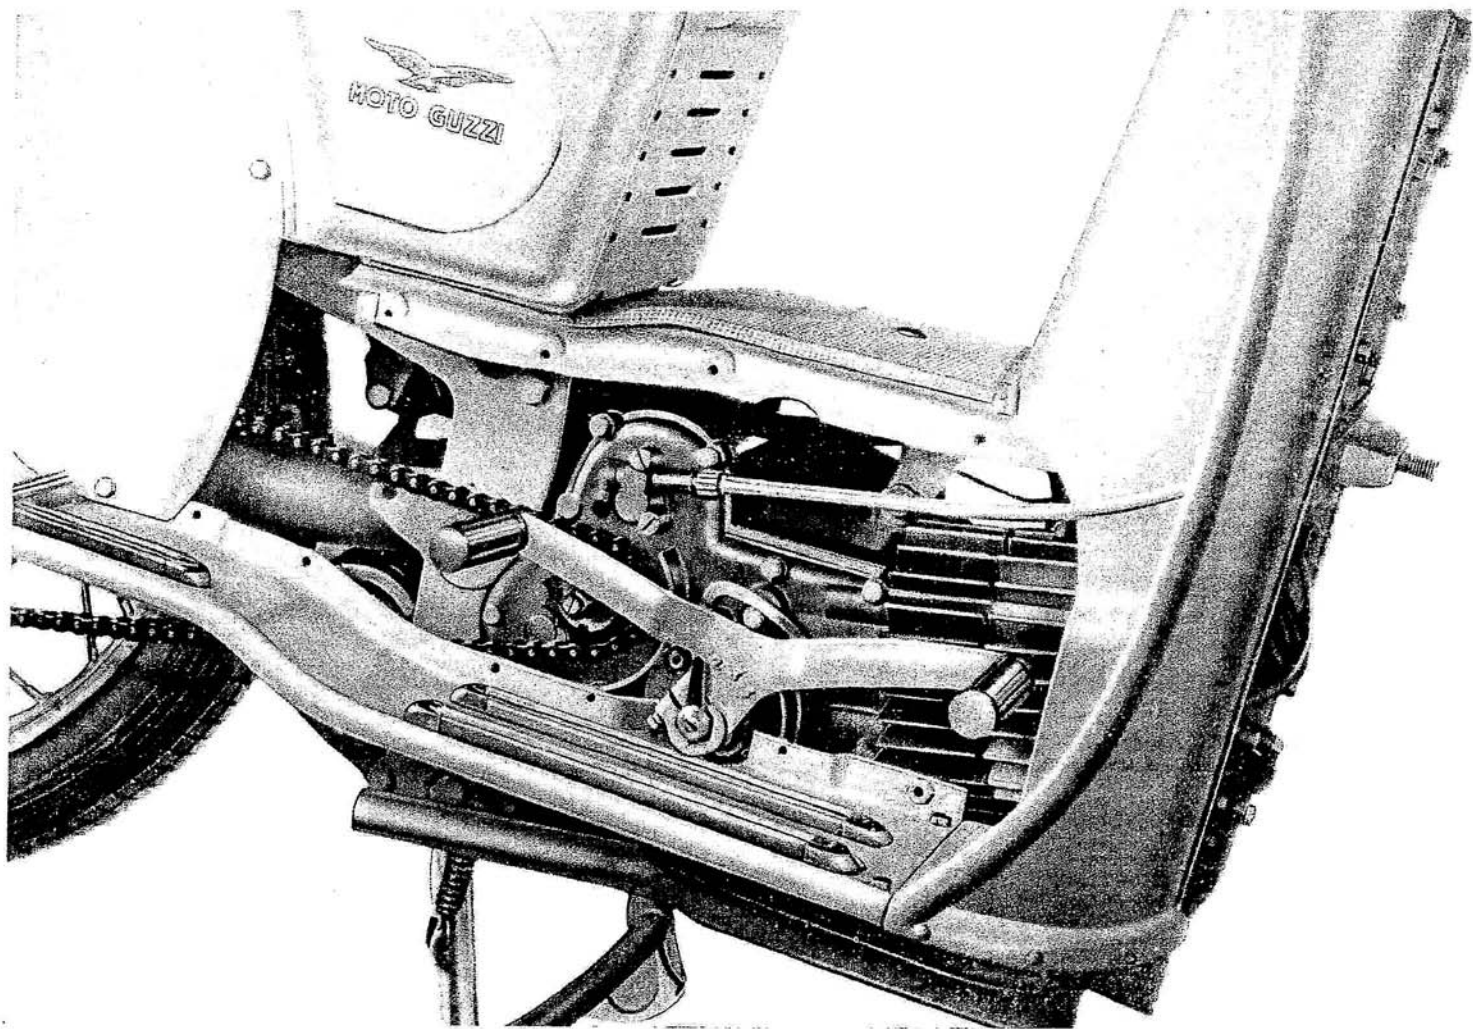

Fig. 6 - Gruppo motore montato sul telaio
- i due coperchi laterali con chiave da 10 (vedere fig. 6), e il coperchietto per filtro olio sul serbatoio con chiave da 11;